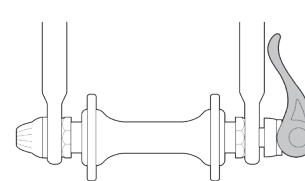
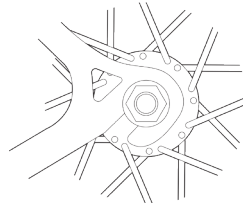

fig. 11a
fig. 13
2. Se la bicicletta presenta un sistema di bloccaggio rapido della ruota anteriore, spostare la leva dalla posizione di blocco o CHIUSO alla posizione APERTO (fig. 11a e 11b). Quindi proseguire al punto (4).
(a) Con un sistema a sgancio rapido, muovere la leva verso l'alto e fissarla nella posizione CHIUSO (fig. 11a). La leva dovrebbe in questo momento trovarsi in posizione parallela ai bracci della forcella e curvata verso la ruota. Per applicare la forza necessaria al bloccaggio, bisogna avvolgere le dita attorno a un braccio della forcella come appoggio e la leva dovrebbe lasciare una chiara impronta sul palmo della mano.
6. Con un sistema a sgancio rapido, muovere la leva verso l'alto e fissarla nella posizione CHIUSO (fig. 11a). La leva dovrebbe in questo momento trovarsi in posizione parallela al foderò posteriore verticale o al foderò posteriore orizzontale e curvata verso la ruota (fig. 13). Per applicare la forza necessaria al bloccaggio, bisogna avvolgere le dita attorno a un braccio della forcella come appoggio e la leva dovrebbe lasciare una chiara impronta sul palmo della mano.